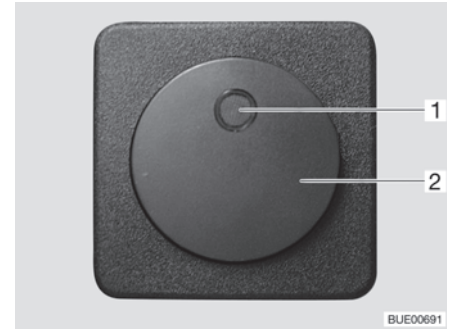

Fig. 146 Commutateur du chauffage électrique du plancher
- Appuyer sur le commutateur à bascule (Fig. 146,2). Le voyant de contrôle (Fig. 146,1) placé sur le commutateur s'allume.
- Appuyer sur le commutateur à bascule (Fig. 146,2). Le voyant de contrôle (Fig. 146,1) placé sur le commutateur s'éteint.